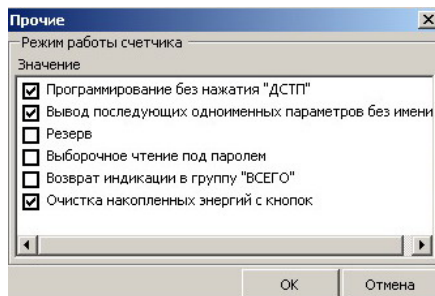

Рис. 3. Режим работы счётчика.
4. Записать параметр «режим работы счётчика», как показано на рис. 3.